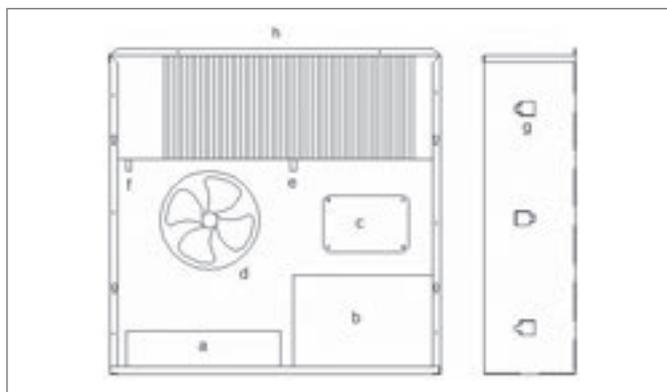
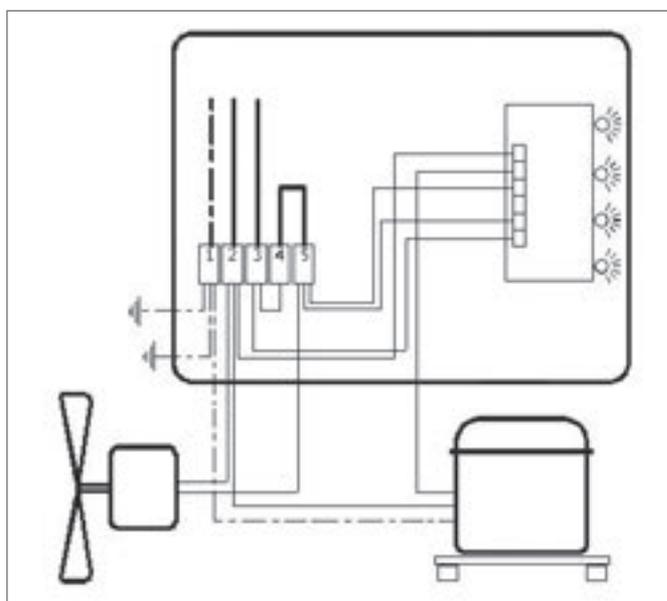

Fig. 8-3 Componenti del deumidificatore
Fig. 8-4 Cablaggio scatola di connessione
Il deumidificatore REHAU è dotato di un circuito esterno alimentato ad acqua fredda che garantisce una migliore deumidificazione dell'ambiente. Sono inoltre presenti raccordi di mandata e ritorno specifici per l'acqua fredda (Fig. 8-3, Pos. f).
La condensa che si forma durante il processo di deumidificazione deve essere eliminata attraverso l'apposito canale di scolo integrato nel deumidificatore (Fig. 8-3, Pos. e). Questo sistema di eliminazione è particolarmente vantaggioso: la condensa non deve essere infatti raccolta in un serbatoio, il quale andrebbe svuotato periodicamente.
Il deumidificatore REHAU viene fornito già cablato. Sul luogo di installazione devono essere eseguiti solamente i collegamenti all'alimentazione elettrica (morsetti 1, 2 e 3, Fig. 8-4), oltre a quelli per il sistema di regolazione (4 e 5, Fig. 8-4). La scatola di connessione si trova all'interno del deumidificatore (Fig. 8-3, Pos. c).
1. Piegare verso l'esterno le linguette laterali (vedere Fig. 8-3, Pos. g) sul telaio di installazione e applicare malta a sufficienza sulla superficie del foro.